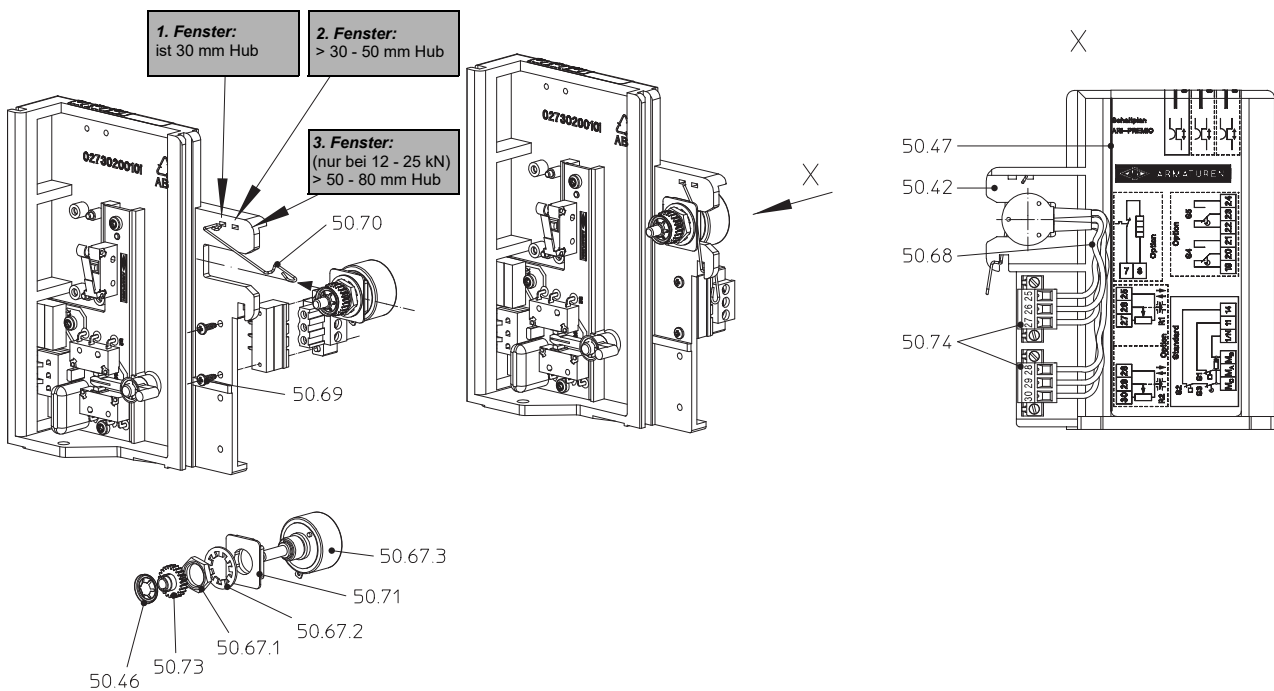

Bild 12: Schalt- und Meldeeinrichtung ARI-PREMIO® 2,2 - 25 kN
- Biegefeder (Pos. 50.70) in das entsprechende Fenster (siehe Bild 12) im Platinenträger (Pos. 50.42) oberhalb der Potentiometerführung einhaken, in die Führung zwischen Gleitstein und Potentiometerführung einlegen, und in den Ausschnitt unterhalb des Potentiometer einhaken.